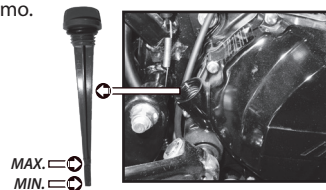

Imagen 14. Tapón-bayoneta del cárter.
2. Localizar el tapón-bayoneta del cárter en la parte inferior derecha de la italika **FTISO**. Ver imagen 14.